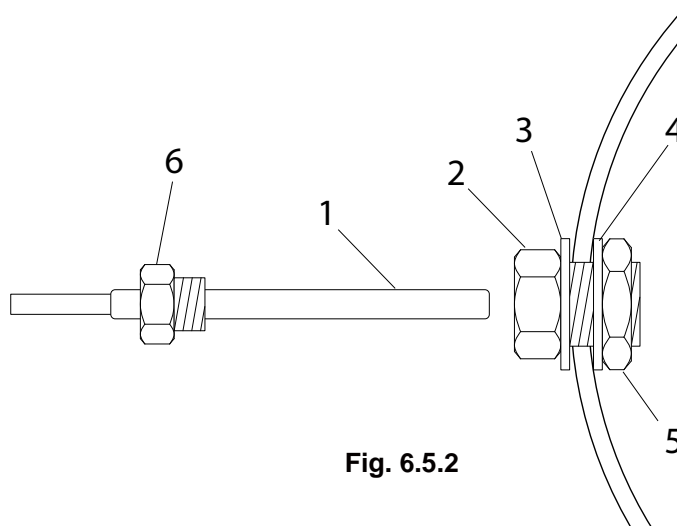

Fig. 6.5.2
- 2) insérer le support de la sonde (2) dans le conduit avec la rondelle (3) (Fig. 6.5.2);
- 3) de l'intérieur du conduit insérer la rondelle (4) et visser l'écrou (5) au support de la sonde (2);
- 4) insérer la sonde (1) dans son système de fixation (6);
- 5) insérer la sonde (1) dans son support et le fixer, en vissant sa fixation (6), en tenant bloqué le support (2).